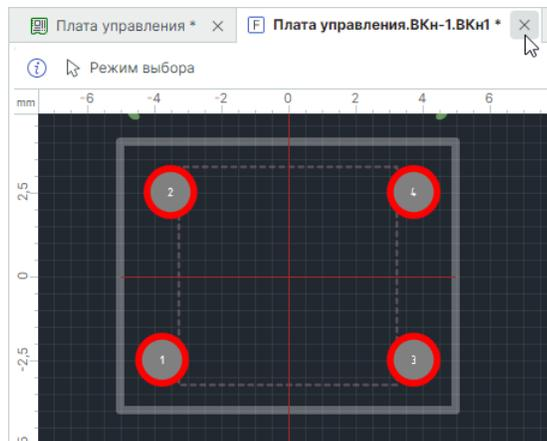

Рис. 159 Закрытие редактора без сохранения
4. Закройте редактор посадочных мест без сохранения (несохраненный документ в окне редактора отмечен звездочкой (\*)), см. Рис. 159.